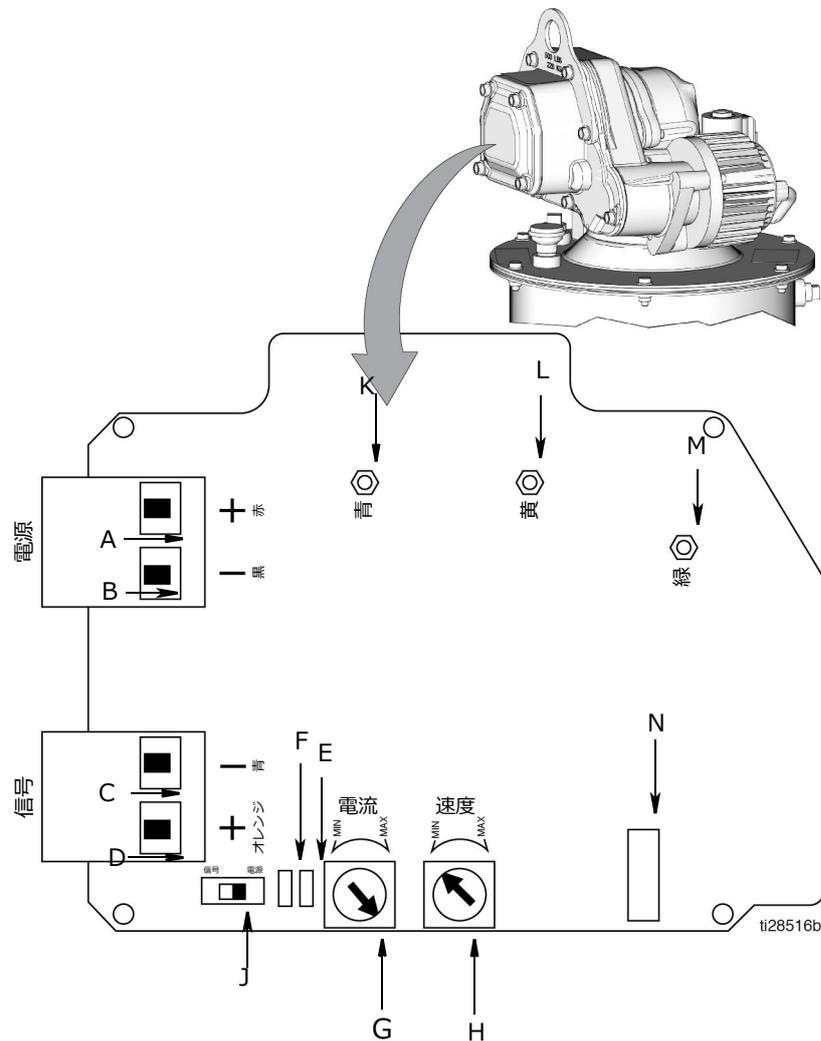

図 9
- ポンプ制御スイッチ (J、図 9 ページ11) が信号モードに設定されていると、電圧が信号および電力コネクタに加わると、モーター / ポンプが動作します。
- ポンプ制御スイッチ (J、図 9 ページ11) が信号モードに設定されていると、電圧が信号および電力コネクタに加わると、モーター / ポンプが動作します。信号コネクタには電圧は不要です。